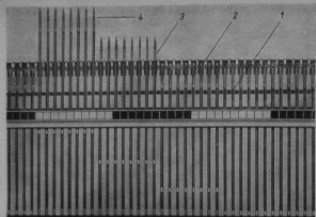

Рис. 8
3.3. Различные положения игл (рис. 8)